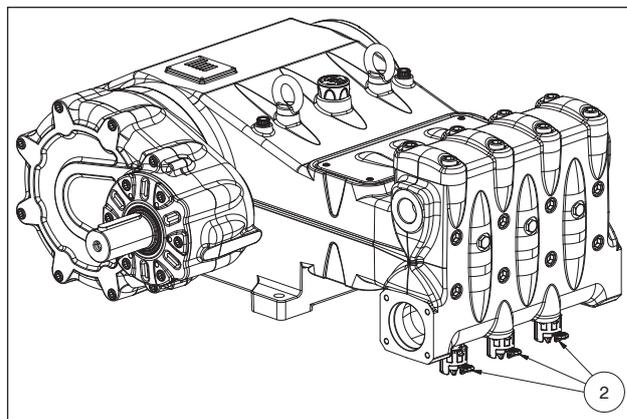

图9
需要长时间存放或长时间不使用时，必须通过打开三个气门挺杆装置(参阅部件号 ② 图9)来恢复吸入阀的正确运作。起动泵浦前，确保已经关闭了阀门。